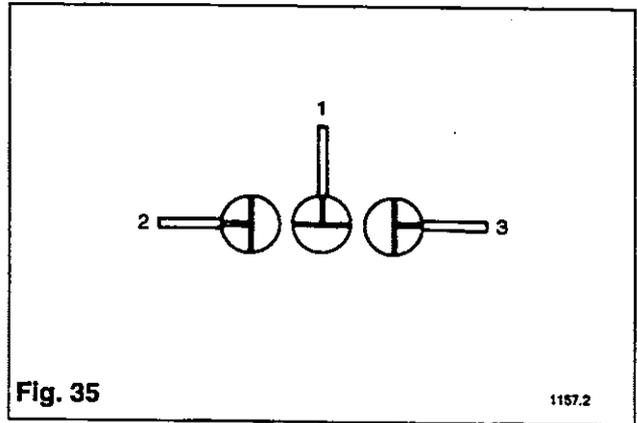
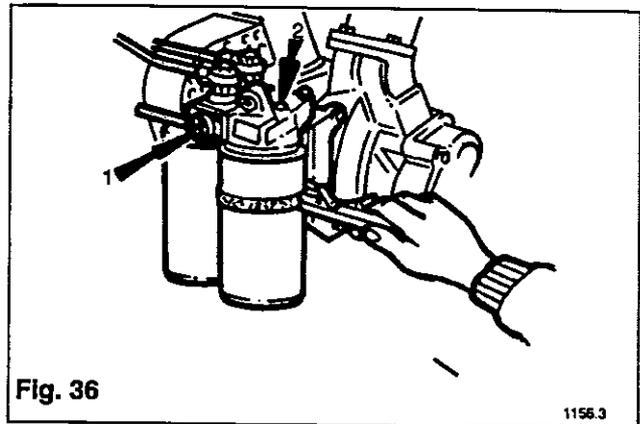

Fig. 35
Fig. 36
Le levier du robinet de commutation est en position verticale lorsque les deux filtres sont en circuit. En tournant le levier vers la gauche, le filtre de droite est mis hors circuit (1) voir Fig. 35 et Fig. 36 et en le tournant vers la droite, c'est le filtre de gauche qui est mis hors circuit.
Avec le levier en position, déposer la cartouche du filtre approprié avec une clé à sangle voir Fig. 35, remplir de combustible le filtre neuf, et enduire d'huile moteur le joint d'étanchéité en caoutchouc. Revisser la cartouche sur le carter à la main, sans forcer. Purger l'air de chaque filtre neuf en dévissant la vis de purge (2) Fig. 33, et ramener lentement le levier en position verticale. S'arrêter lorsque le combustible s'écoule de la vis de purge. Resserrer la vis de purge lorsque le combustible ne présente plus de bulles d'air. Ramener le levier en position verticale et répéter l'opération pour le second filtre. Essuyer les éventuelles traces de combustible écoulé du filtre et vérifier l'absence de fuites au ralenti et à la vitesse de régime.
(Fig. 35)